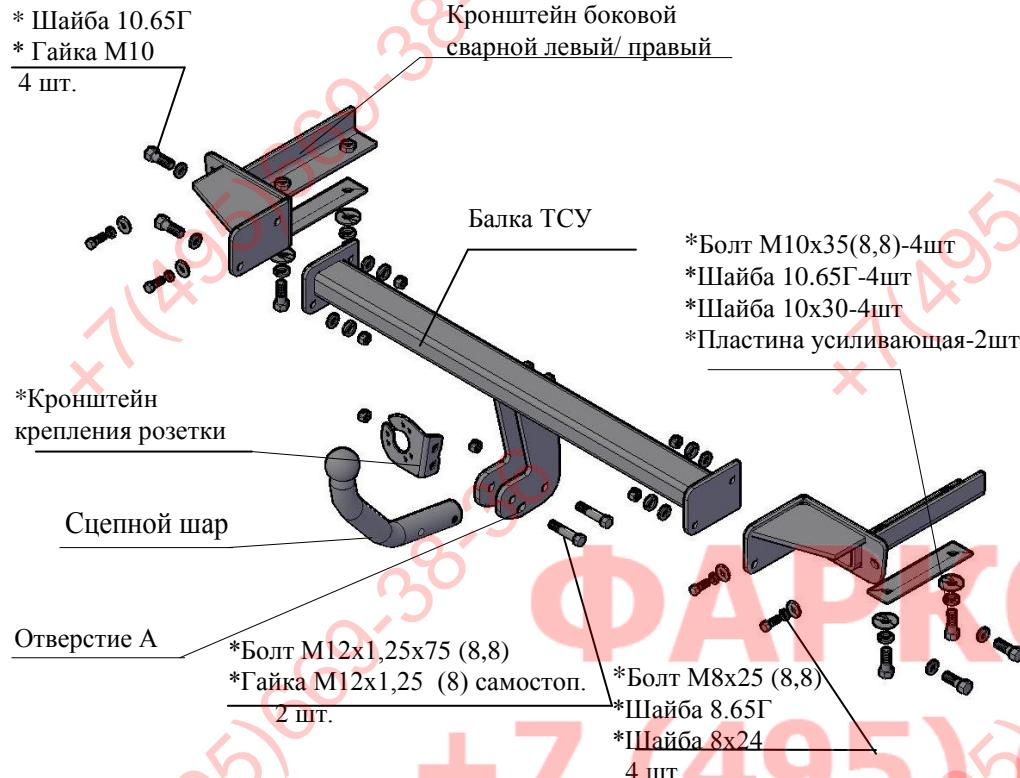

Рис.1 Тягово-сцепное устройство ТСУ 2180.
2.1 ТСУ 2180 в сборе (рис.1)	1 шт.
2.2 Пакет с комплектующими (см. рис.1) Защитный колпак	1 шт.
4.3 Вставить левый и правый боковые сварные кронштейны (соответственно рис.1) внутрь лонжеронов, закрепить к нижним полкам лонжеронов а/м болтами M10x35, под головки болтов подложить шайбы 10.65.Г, шайбы 10x30 и пластины усиливающие (см.рис.1). Крепеж не затягивать.